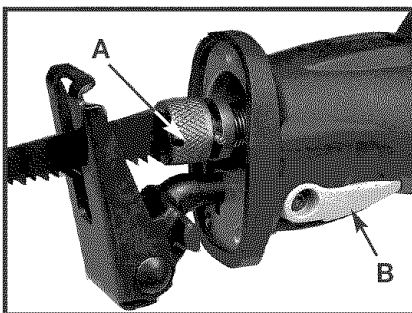
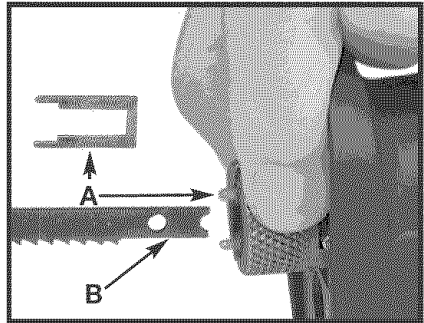

Fig. 3A
Fig. 5
4. Meta la hoja en la abrazadera hasta que golpee el fondo. Deje que el collar de seguridad gire en el sentido de las manecillas del reloj para asegurar la segueta, (A) **Fig. 3A**. Cierre cerrando palanca (B).
2. Introduzca el adaptador de segueta de sierra caladora (A), Fig. 5, en la abrazadera hasta que golpee el fondo. Introduzca la segueta de sierra caladora (B) en el adaptador de segueta (A). Deje que el collarín de suelta gire en el sentido de las agujas del reloj para fijar la segueta en su sitio de la manera que se muestra en (A), Fig. 3A.